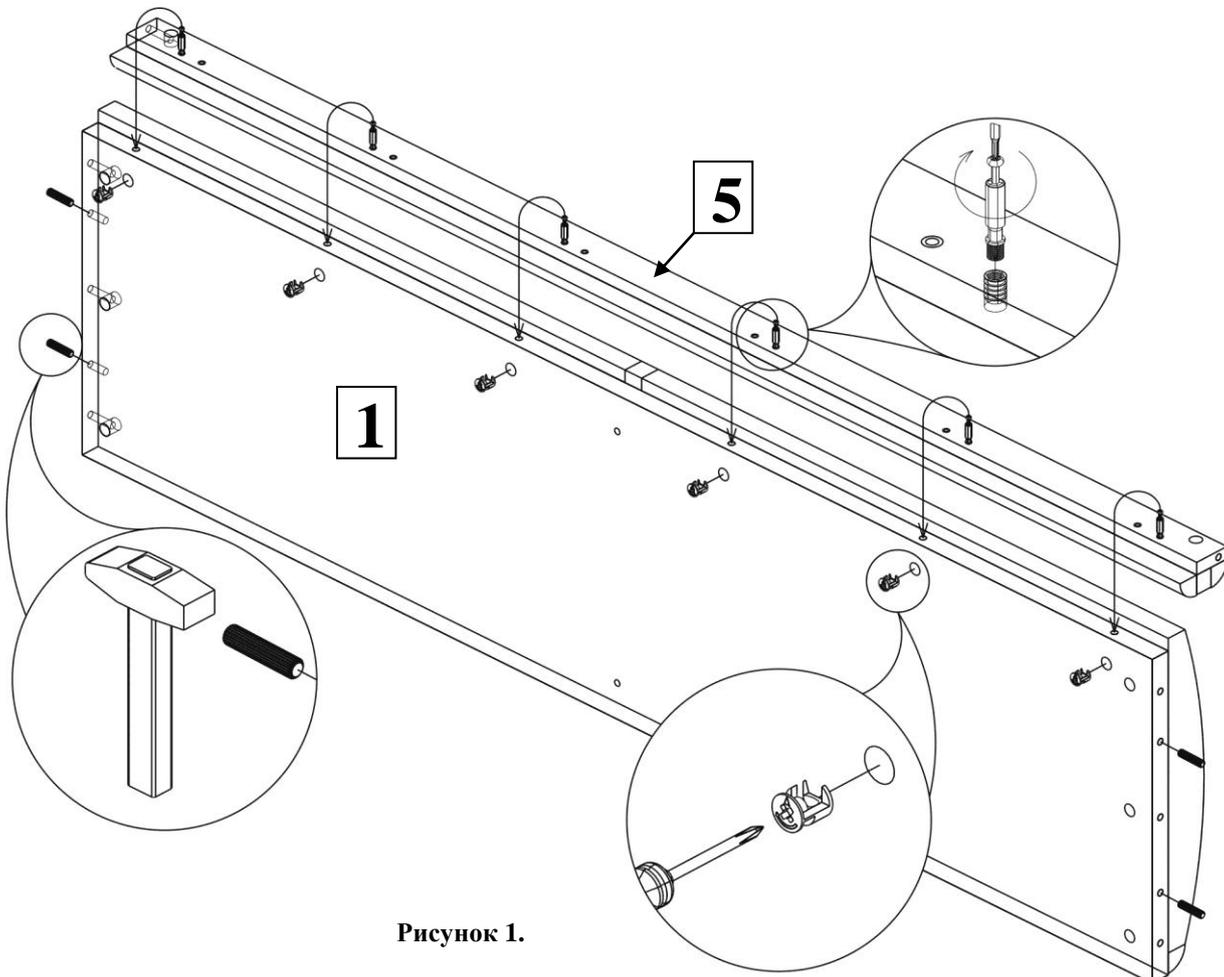

Рисунок 1.
1. Вкрутите метрические дюбеля и вбейте шканты в указанные отверстия деталей (поз. 1,5). Используя эксцентрики 25 мм, притяните деталь (поз.5) к детали (поз.1). См. рисунок 1.